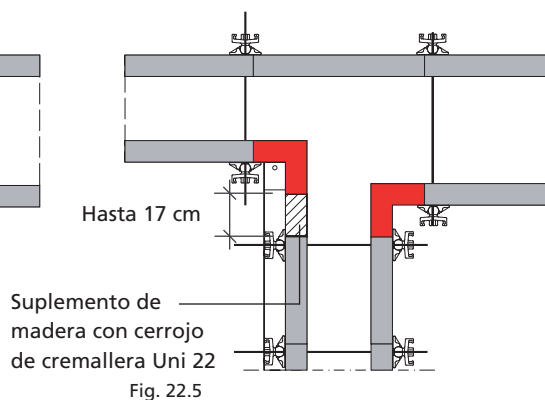

Fig. 22.5
■ Para muros de hasta 17 cm con suplementos de madera y cerrojos de cremallera Uni 22 (Fig. 22.5)